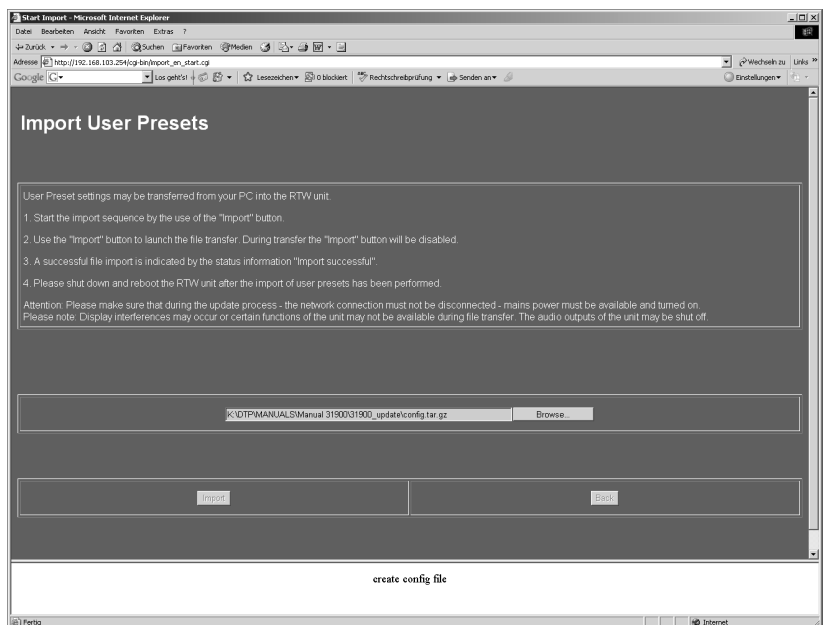

Bild 8-24: Die Anwendereinstellungen werden importiert
6. Während des Import-Vorgangs erscheint die Meldung „create config file“ (siehe Bild 8-24).